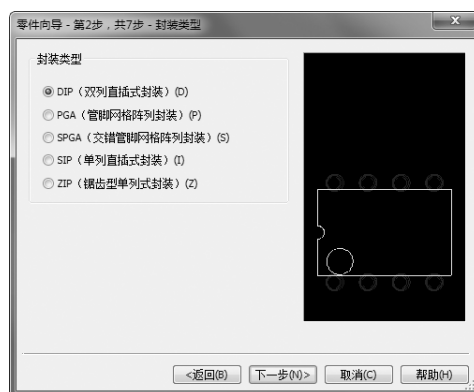

图 14-2 元器件封装样式选择界面
2) 选择“THT（通孔）”选项”，单击“下一步”按钮，进入元器件封装类型选择界面。在模式类表中列出了各种封装模式，如图 14-2 所示，这里选择 DIP 封装模式。